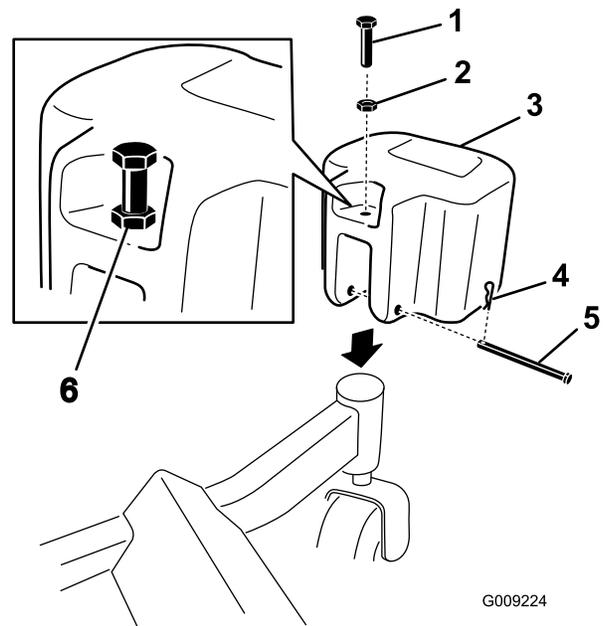

Figure 30
1. Montez les masses sur les roues pivotantes avant à l'aide d'un axe de chape et d'une goupille fendue (Figure 30).
2. Placez l'écrou ( $\frac{3}{8}$  po) sur chaque boulon entièrement fileté ( $\frac{3}{8}$  x  $1\frac{3}{4}$  po) et insérez les boulons dans chaque masse (Figure 30).